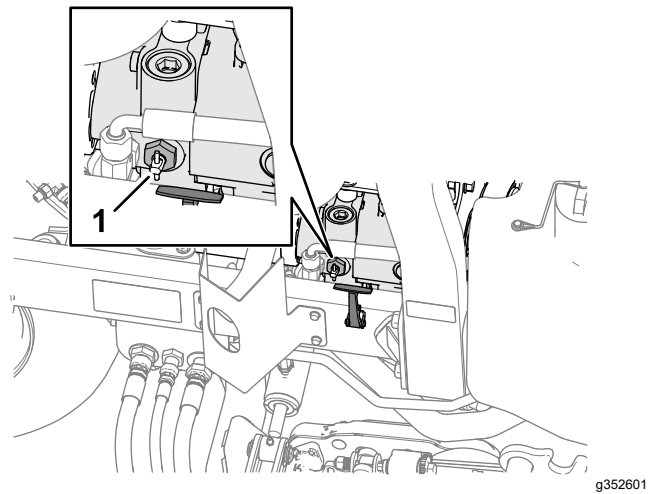

Bild 52
2. Drehen Sie in der Nähe des rechten Motorhaubenriegels den Griff des Sicherheitsventils an der Pumpe (Bild 52) und drehen Sie das Ventil um 90°.